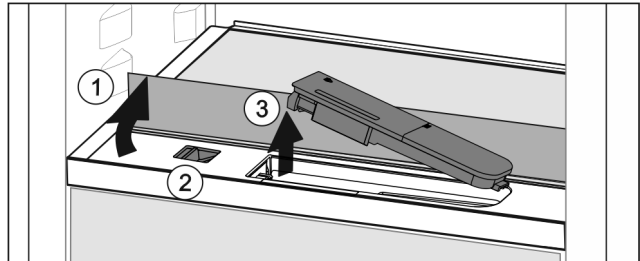

Fig. 42
- ▶ Glasplaat heffen en tot de aanslag naar achter klappen Fig. 42 (1).
- ▶ Schuif Fig. 42 (2) naar links schuiven.
- ▶ Waterreservoir eruit halen Fig. 42 (3).